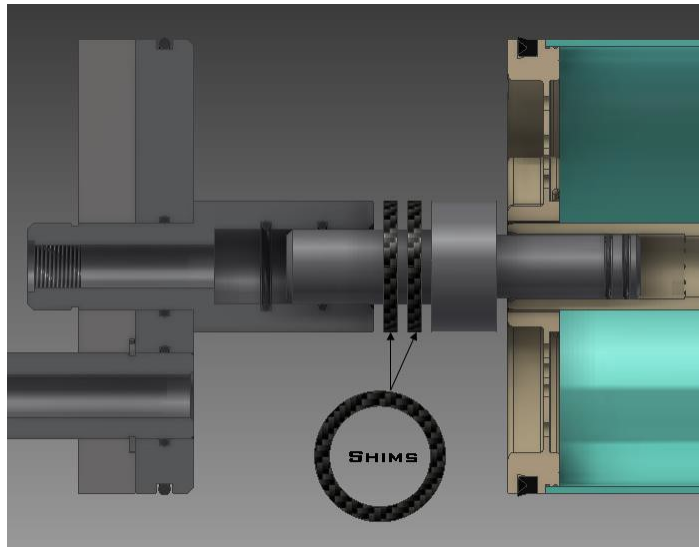

图3 加垫片
5. 把端板组件从压力容器上轻轻拔出，测量适配器与产水口间距，见图 3。